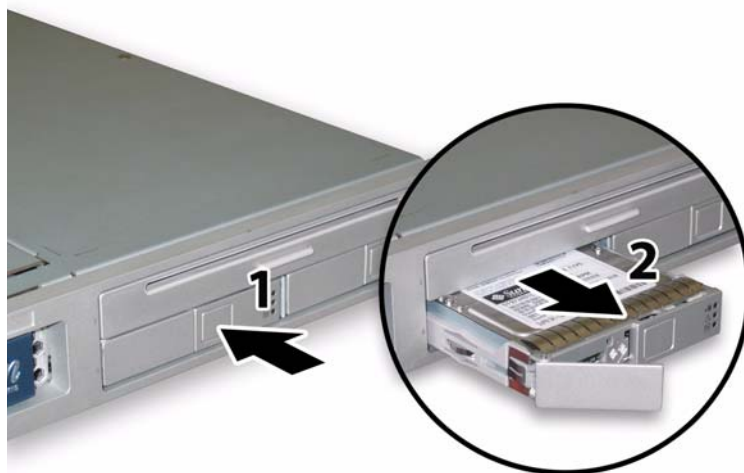

図 3-33 ハードディスクドライブラッチの開放
- a. HDD 正面にあるボタンを押して、パネ式の固定ラッチを外します。図 3-33 を参照してください。